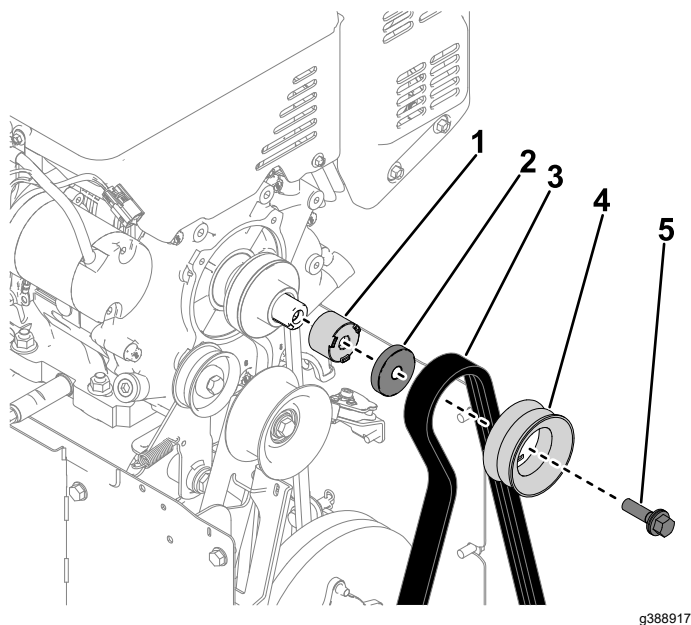

Figura 7
2. Remova o parafuso da lâmina (7/16 x 1¾ pol.) que prende a polia da hélice à cambota. Remova a polia, a correia do sem-fim, o suporte da polia e a polia espaçadora da cambota (Figura 7).